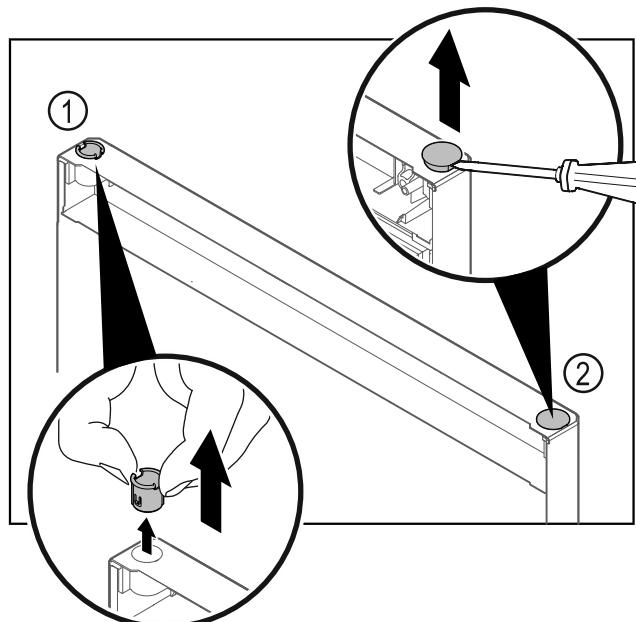

Fig. 25
- Izvucite čahuru šarke Fig. 25 (1) prstima.
- Odvijačem s ravnom glavom oprezno podignite čep Fig. 25 (2) i izvadite ga.